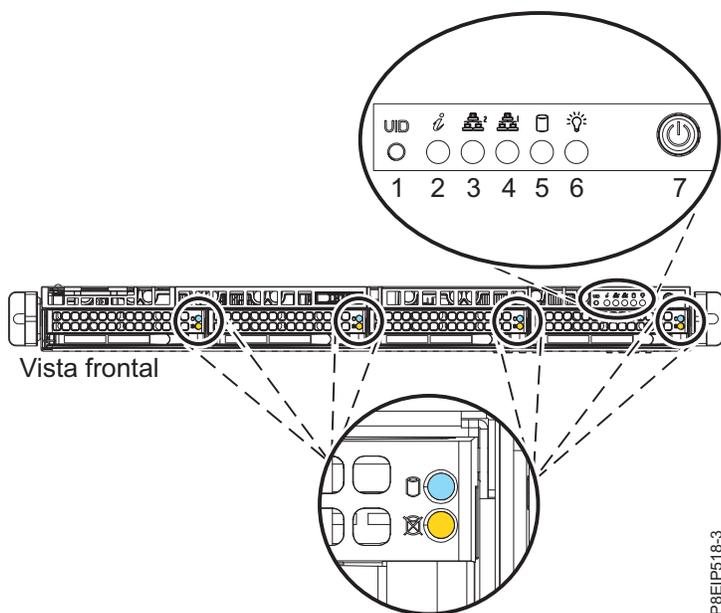
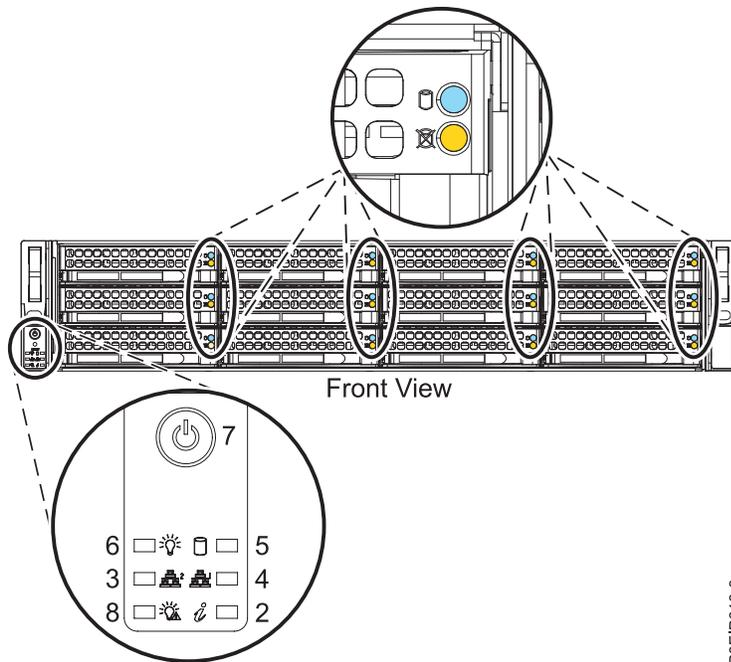

Figura 78. Interruptor de alimentación de 8001-12C
Figura 79. Interruptor de alimentación de 8001-22C
2. Pulse el botón de encendido (7) que se muestra en la Figura 78 o la Figura 79 en la página 79. Puede que tenga que pulsar el interruptor de 0,5 a 3 segundos.